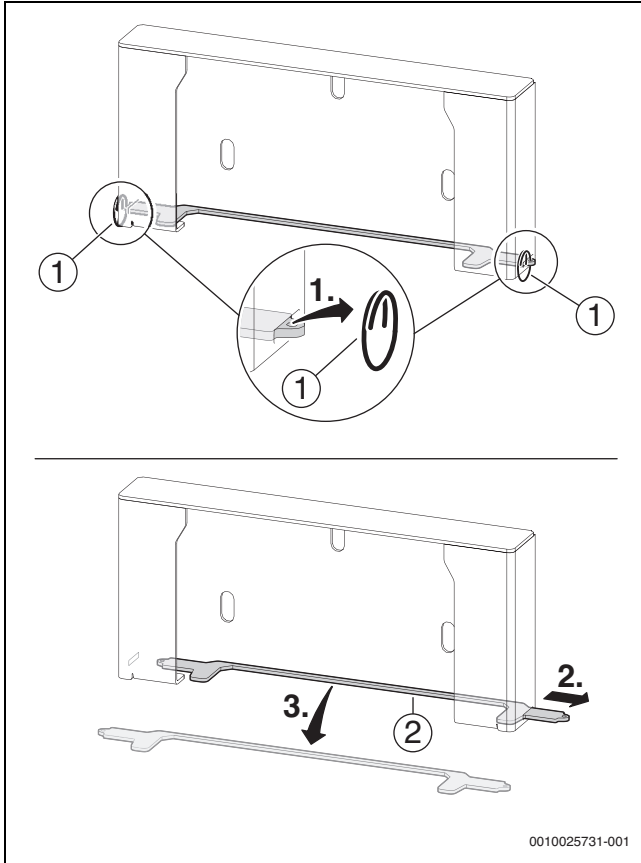

Bild 14 Aufhängeelement auseinanderbauen
- ▶ Sicherungssteg [2] und Sicherungsringe [3] anbringen (→ Bild 14, Arbeitsschritte in umgekehrter Reihenfolge).